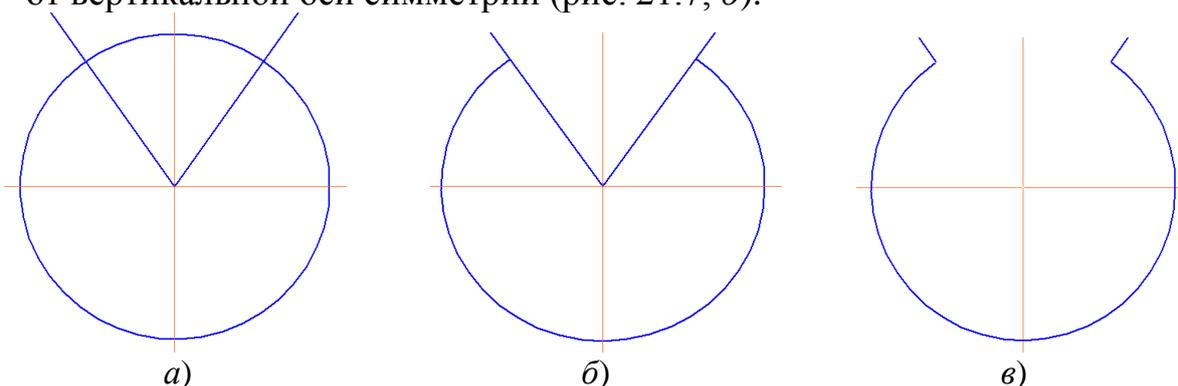

Рис. 21.7. Последовательность оформления области углового выреза.
4.3.5. Увеличьте масштаб отображения области около точки **A** (рис. 21.7, а) – команда **Увеличить масштаб рамкой**.
4.3.6. Удалите части окружности в области углового выреза справа и слева от вертикальной оси симметрии (рис. 21.7, б).
4.3.7. Удалите части отрезков от точки **A** до окружности (рис. 21.7, в).